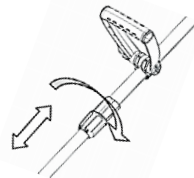

Рисунок 2
3.4 Регулювання довжини телескопічної штанги (дивіться рисунок 2)